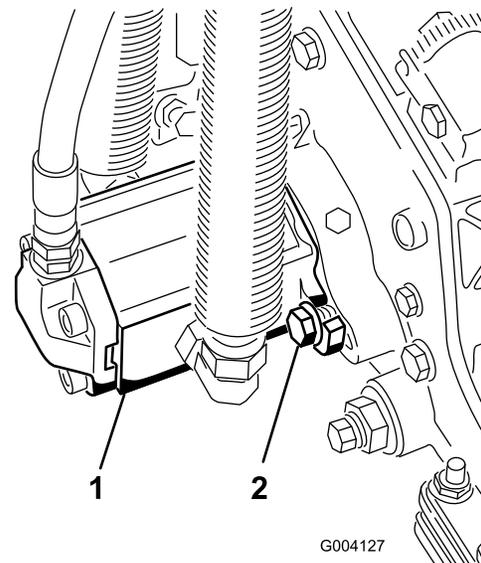

Bild 18
16. Montieren Sie den Motor; drehen Sie ihn nach rechts, damit die Motorflansche nicht die Schrauben berühren (Bild 18). Drehen Sie den Motor nach links, bis die Flansche die Schrauben umgeben. Ziehen Sie die Schrauben dann an.